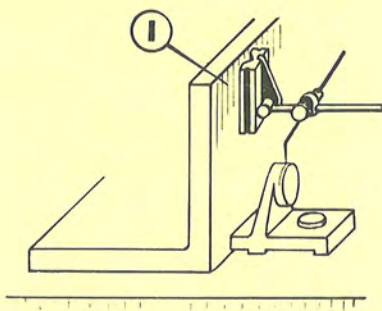
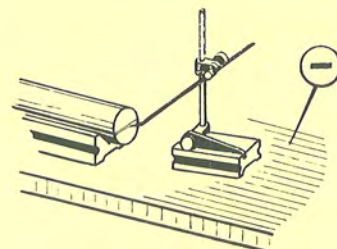
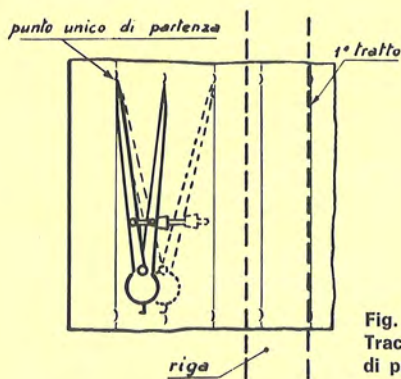

Fig. 2
Fig. 3
Fig. 4
- c) con movimento pendolare, arrotondare gli spigoli rimasti (fig. 2);
- d) con lima ½ D. e poi D. raccordare in senso circolare, in modo da presentare una superficie perfettamente liscia e raccordata nei due sensi e cioè *toroidale* (fig. 2).
- a) con lima semitonda eseguire gli smussi ottagonali (fig. 4 a-b) procurando di raggiungere con uniformità le righe tracciate.
- c) l'asse della lima va diretto verso il centro della curva (radiale) pur spostandosi lateralmente a destra ed a sinistra (fig. 4);
- controllare con il calibro fisso (raggio = a) nel senso normale ai lati e in diagonale (fig. 2).
- con lime rotonde e semitonde B. riallacciare la base della penna con il corpo (fig. 3), seguendo le direzioni della lima indicate in fig. 4 e bilanciando opportunamente (figura 5);
- d) con la punta ben appoggiata alla squadra a cappello (fig. 4) ed inclinata a 75° nel senso del movimento (fig. 2) tracciare le rette segnate, procurando di coprire con la punta i segni tracciati in precedenza;
- a) appoggiarla al pezzo in modo che il tracciato risulti aderente alla riga o squadra (fig. 3);
- b) inclinarla leggermente (15°) nel senso del movimento in avanti (fig. 4);